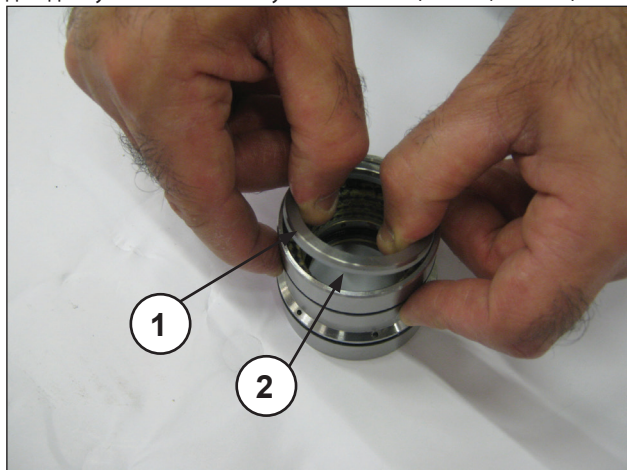
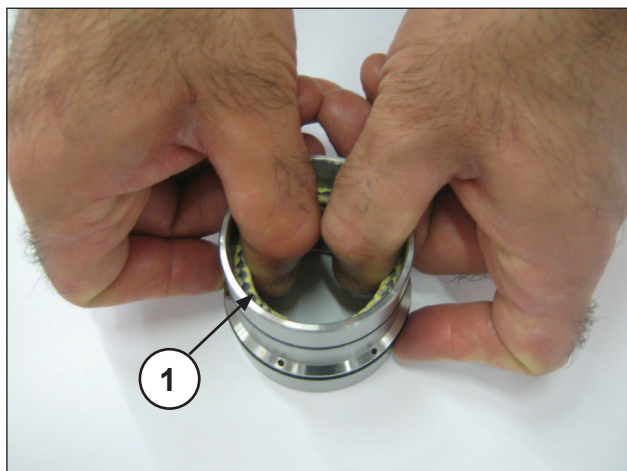

Рис. 48
Рис. 49
Отделите опору уплотнений от рубашки, снимите пружинное кольцо и скребковое кольцо (поз. ①②, Рис. 48) для доступа к нажимным уплотнениям (поз. ①, Рис. 49).